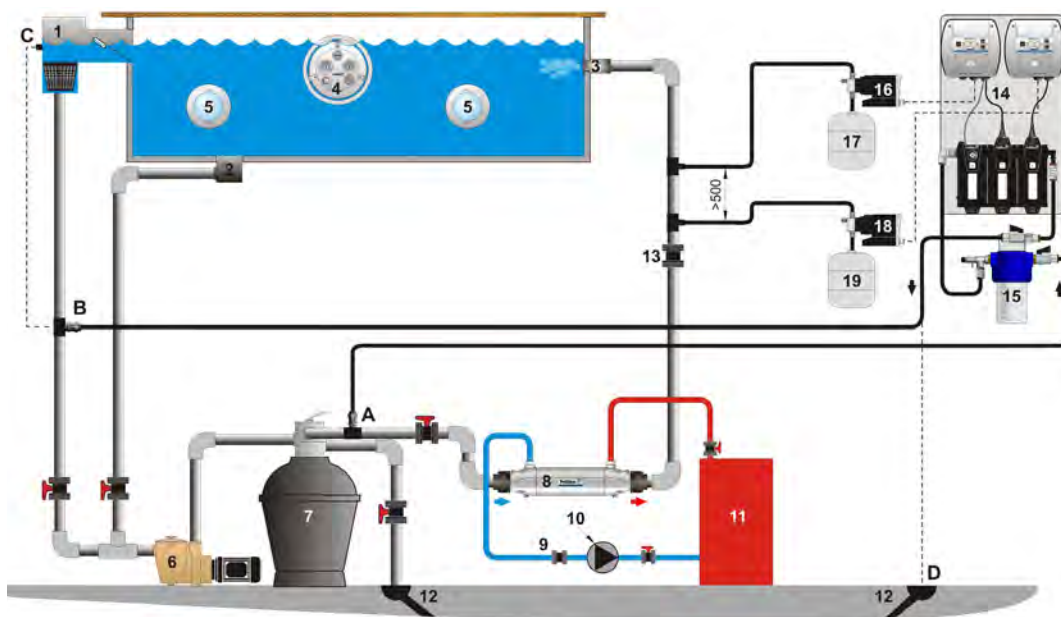

Рис. 2.
Если циркуляция в бассейне прекращается, электропитание модуля MiniMaster должно отключаться. В противном случае вода может пойти через систему в обратном направлении и дозирование реагентов будет продолжаться из-за срабатывания расходомера (в зависимости от конструкции системы и разности уровней между бассейном и насосом). При обратной промывке и чистке песчаных фильтров необходимо обязательно отключать подачу воды в MiniMaster. Чтобы свести к минимуму риск коррозии, все оборудование для дозирования должно устанавливаться ПОСЛЕ всего остального оборудования. Расстояние между точками ввода жидкой кислоты и хлора должно быть максимально возможным для данной системы циркуляции, но не должно быть меньше 500 мм, и ХЛОР ВСЕГДА ДОЛЖЕН ВВОДИТЬСЯ ПОСЛЕДНИМ (см. рис. 2).
7. **Вход А:** Установите скобу для центрирования после песочного фильтра на напорной стороне циркуляционного насоса бассейна (см. рис. 2 – А).
8. **Выход В:** Установите скобу для центрирования после переливной трубы на стороне всасывания циркуляционного насоса бассейна (см. рис. 2 – В).